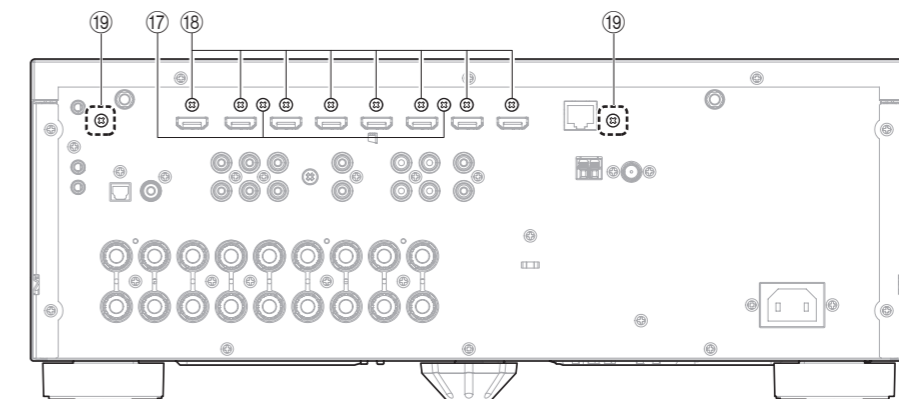

Fig. 8
- Remove 2 screws (17). (Fig. 8)
- Remove 8 screws (18) and 2 screws (19). (Fig. 8)
- Disconnect CB76, CB78, CB79, CB942 and CB944. (Fig. 8)
- 17 のネジ 2 本を外します。(Fig. 8)
- 18 のネジ 8 本、19 のネジ 2 本を外します。(Fig. 8)
- CB76、CB78、CB79、CB942、CB944 を外します。(Fig. 8)